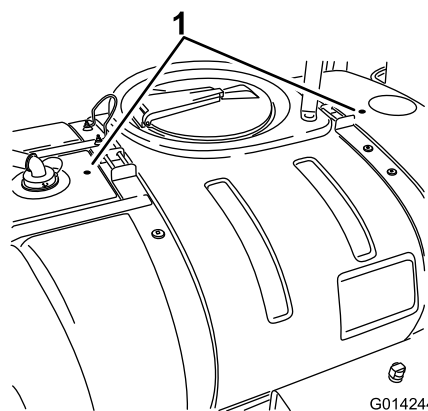

Figura 11
2. Individuate i 2 segni di foratura sul serbatoio principale (Figura 11).